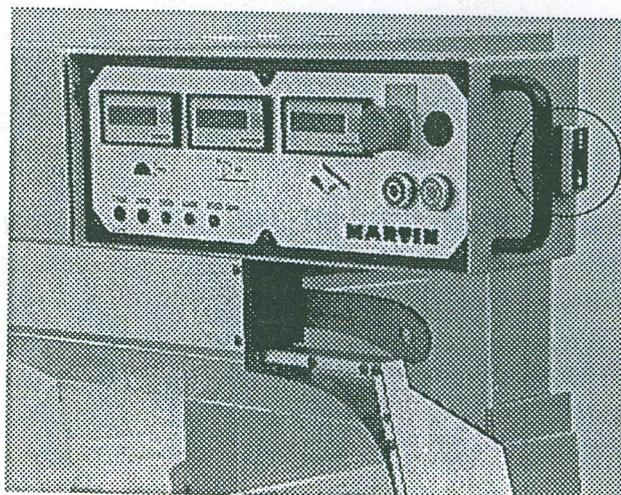

Bild 5.25
- Verstellung auf/ab über zwei Drucktaster an der rechten Stirnseite des Schaltpults (siehe Kreis in Bild 5.25).